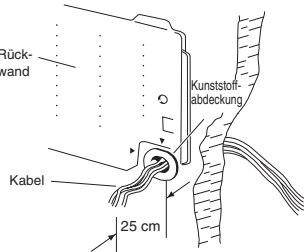

Abb. 3-50
- (3) Das Einheiten-Verbindungskabel durch das PVC-Rohr in der Wand führen. Das Stromversorgungskabel son in den Raum führen, dass es ca. 25 cm aus der Wandfläche herausragt. (Abb. 3-50)